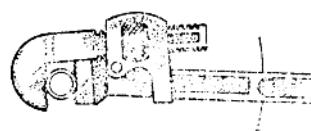

图2-14 管子扳手的使用
(5) 使用管子扳手时，管子扳手应使扳口咬紧工件后再用力拉动，否则会滑脱，如图2-14所示。